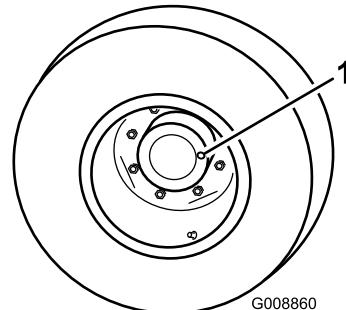

Figura 47
tappo (Figura 47) si trovi nella posizione ore 12 e l'altro ore 3.
1. Tappo di controllo/spurgo (2)
2. Rimuovete il tappo a ore 3 (Figura 47).